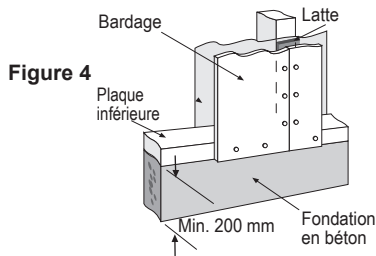

Figure 4
- Les produits James Hardie doivent être installés à une distance d'au moins 200 mm de la surface finie du sol à l'extérieur du bâtiment, conformément aux exigences du volet 9.27.2.4 du CNB (figure 4).